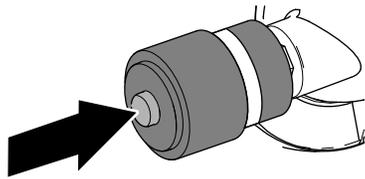

Figura 80
1. Se uma faixa vermelha aparecer no indicador de manutenção, prima o botão de reposição no fim do indicador (Figura 80).